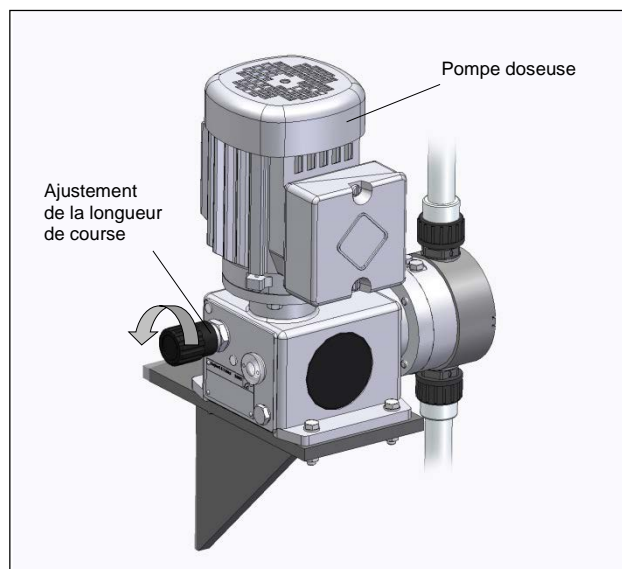

Fig. 23
- Mettre la pompe/l'installation sous tension; augmenter doucement le débit de la pompe en ajustant la fréquence/longueur de course jusqu'au niveau max. (cf. fig. 23).